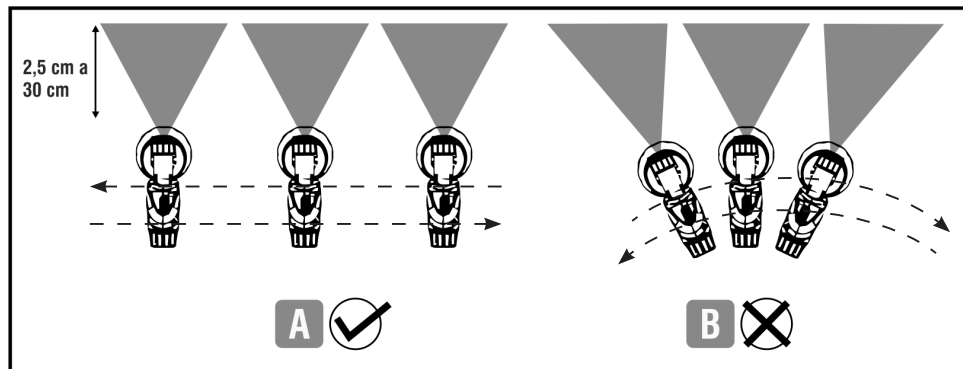

Fig. 8 - Distância ideal para uma boa pintura
- Ajuste o jato de tinta de acordo com o item 7.5 deste manual;
- Ajuste o volume de material de acordo com o item 7.6 deste manual;
- Pulverize a superfície a uma distância de 2,5 cm a 30 cm do objeto a ser pintado de acordo com a Fig. 8;
- Movimento a pistola de pintura para cima e para baixo, sempre mantendo-a perpendicular à superfície que está sendo pintada, conforme mostra a Fig. 8 (Fig. 8A: correto e Fig. 8B: incorreto).